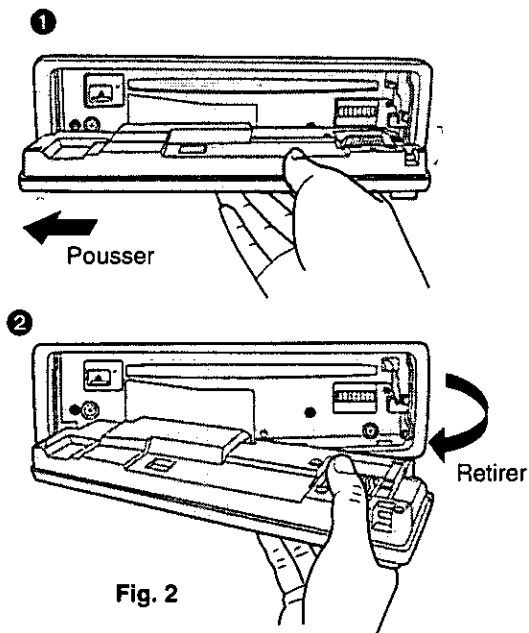

Fig. 2
- ③ Pousser le panneau avant vers la droite ou la gauche et l'enlever en le tirant vers soi. (→ Fig. 2)